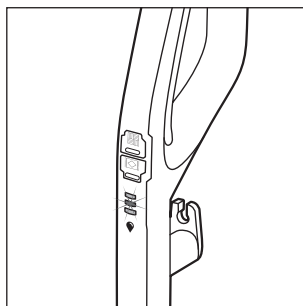

Rys. 17
- ◆ Aby włączyć urządzenie, naciśnij przełącznik wykładzina dywanowa / dywan **13** (patrz rys. 17). Dioda LED przełącznika wykładzina dywanowa / dywan **13** zaświeci się na niebiesko.
- ◆ W celu wyłączenia urządzenia naciśnij ponownie przełącznik wykładzina dywanowa / dywan [Symbol] 13 (patrz rys. 17).